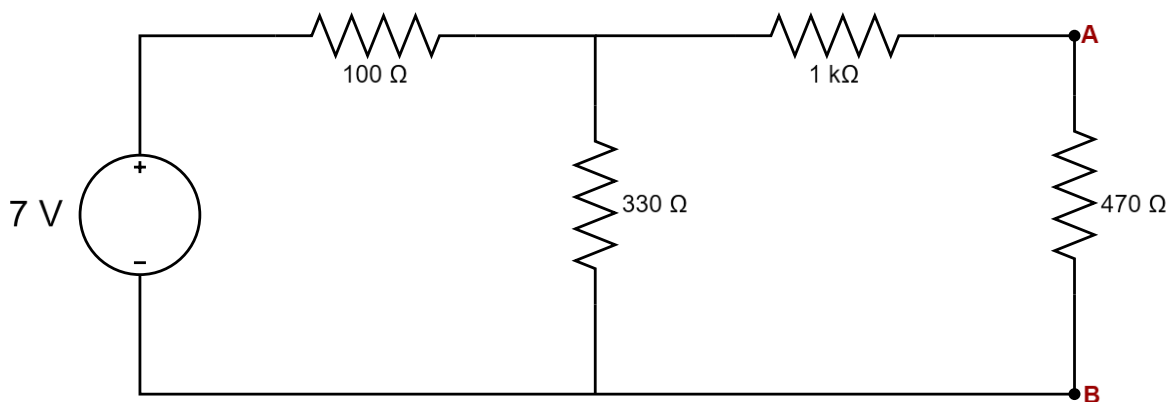

Figura 4.4 Ejercicio 1 Thevenin
Práctica 1- Implementa el circuito de la *figura 4.4* en el protoboard. Calibra la fuente de voltaje a 7 V.
1.2 Ahora te toca comprobar de manera práctica los resultados teóricos. Procede a implementar en el protoboard el diagrama de la *figura 4.4* y reporta una fotografía del circuito.